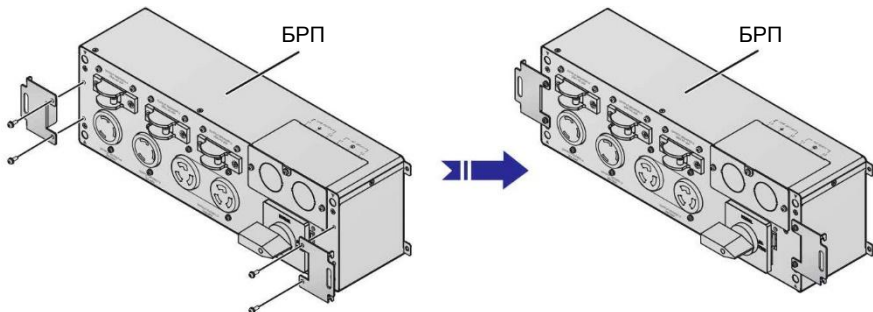

*Рисунок 6-12. Монтаж БРП*
- 1 Совместите три отверстия БРП (1) с тремя направляющими (2) на задней панели батарейного блока.
- 2 Прикрепите БРП к задней части батарейного блока, используя крестообразную отвертку (3) и 4 винта (4) (см. *Рисунок 6-12*).